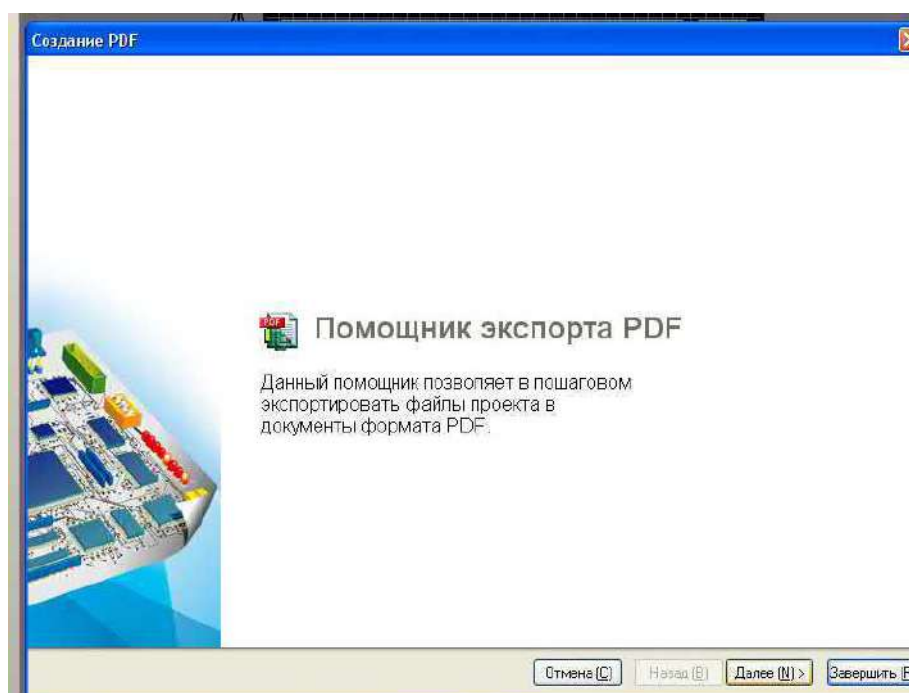

Рис. 9.1
1. Вывод сборочного чертежа. Для этого выполнить команды **Файл / Создание PDF**. В открывшемся окне **Помощник экспорта PDF** (рис. 9.1) нажать **Далее**.